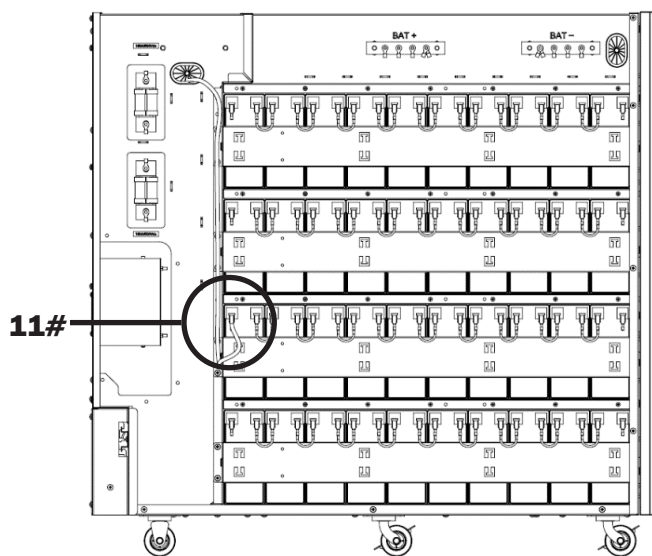

Figura 5-17A
23. Conecte la batería 10- del grupo 2 a la barra colectora de la batería N (BAT N) (Figura 5-17A).